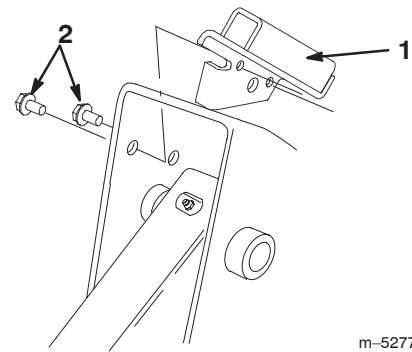

Figura 4
4. Fissate la staffa al telaio mediante 2 viti autofilettanti come illustrato nella figura 4.